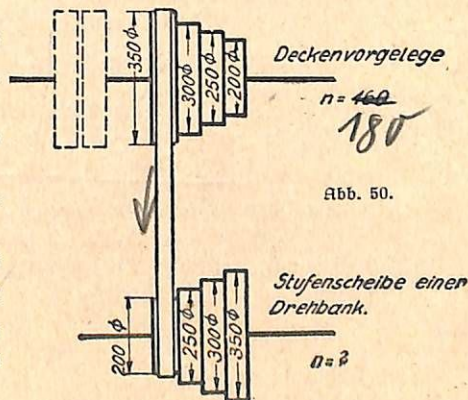

Abb. 50.
4. Bestimme die Umlaufzahlen n der Stufenscheibe auf der Drehbank in den 4 verschiedenen Riemenlagen für den Riementrieb Abb. 50!